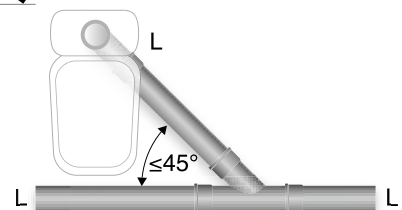

Fig. 3.2.4h.
- h. Spillvattenledning från WC-stol ska anslutas till liggande samlingsledning (L) med grenrör $\alpha \leq 45^\circ$. Se fig. 3.2.4h.